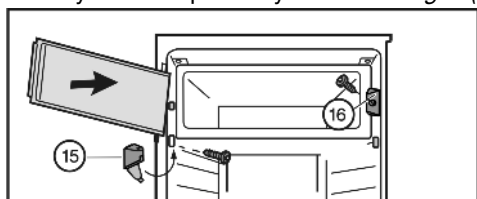

Fig. 7
- ▶ Uzávěr Fig. 7 (16) namontujte.
- ▶ Stojan ložiska Fig. 7 (15) namontujte a kryt přiklopte.